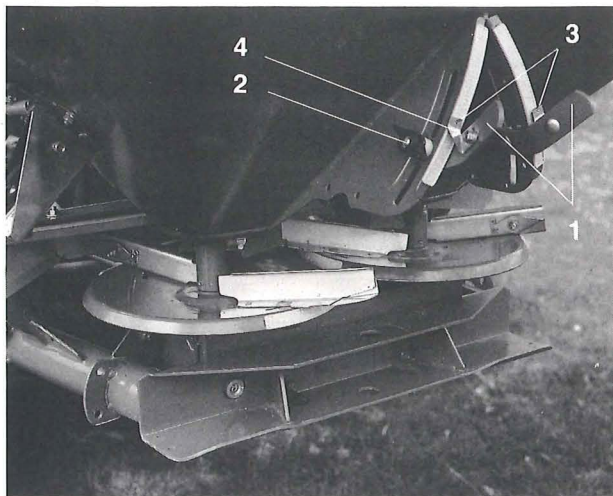

Fig. 7.5
Voor de gewenste strooihoeveelheid wordt de doseer-schuiven stand, via beide instelhendels (fig.7.5/1) instelbaar. Stelhendels treffen de aanslag voor de doseer-schuiven, zodat verschillende doseer-openings doorsneden, instelbaar zijn. De dikwijls gewenste schuiven stand is zowel "met" alsook "zonder" strooitabel te gebruiken.
- Vleugelmoeren (fig.7.5/2) losmaken
- Afleeskant (fig.7.5/3) van de stelhendel-wijzer (fig.7.5/4) op overeenkomende schaalinstelwaarde, instellen